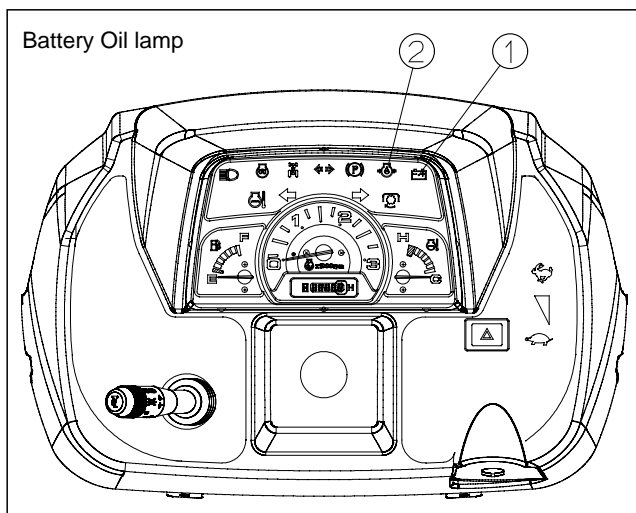

FIG. 4-3
FIG. 4-3 : Le voyant indicateur de charge de la batterie (1), et le voyant de pression d’huile moteur (2), du banc de voyants indicateurs devraient s’éteindre au démarrage du moteur. Si l’un ou l’autre voyant reste allumé, **ARRETEZ LE MOTEUR IMMEDIATEMENT** et recherchez la source du problème.